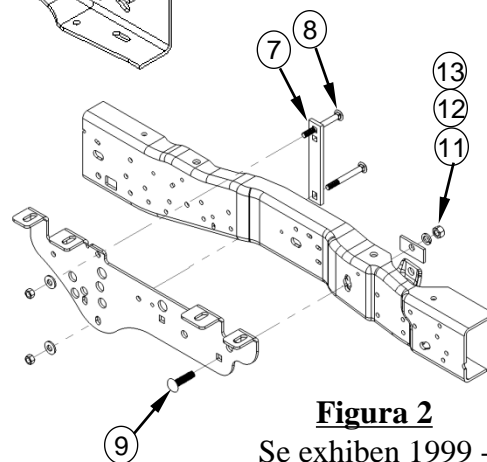

Figura 2
- e. **Para vehículos 1999-2007:** Use la ranura en el bastidor que está debajo del soporte posterior de la base para instalar el soporte del bastidor con el perno de carruaje de 5/8" (9). El espaciador de 5/8" (10) **no se debe usar** entre el soporte y el bastidor. Ver Figura 2. Instale el perno de 5/8" (9) al interior del bastidor con un espaciador de 1/4" x 1-1/2" x 3" (11), arandela de bloqueo (12) y tuerca hexagonal (13). Apriete a mano únicamente.